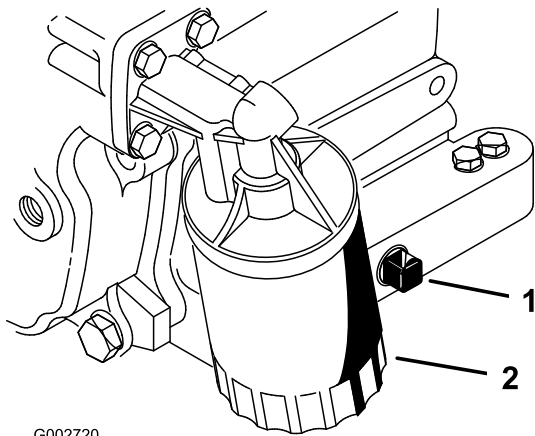

Figura 26
2. Scoateți bușonul de golire (Figura 26) și lăsați uleiul să curgă într-o tavă de golire. Atunci când uleiul nu mai curge, montați bușonul de golire.
3. Demontați filtrul de ulei (Figura 26).